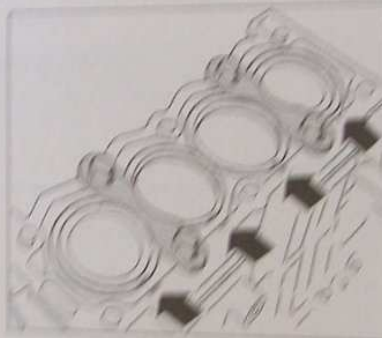
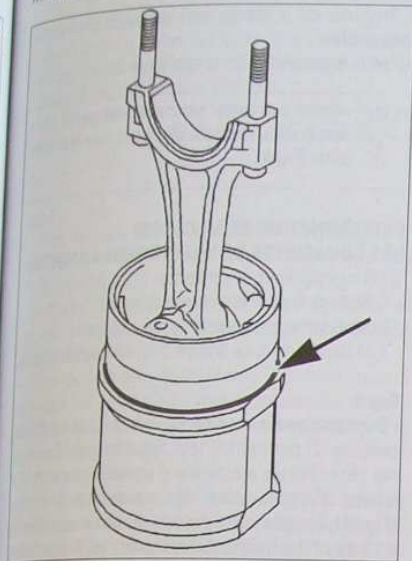

FIG. 53
FIG. 55
- Monter les segments huileux sur les pistons en commençant par le segment racine puis celui d'arrêt (l'arbre à manivelle vers le haut) et enfin le segment coup de feu (Fig. 55).
monter un joint d'embase neuf sur chaque chemise (Fig.55).
S'assurer que les joints d'embase ne soient pas vrillés (Fig.55), que le repère sur les têtes de pistons (Fig.9) soit orienté vers la distribution et que ceux des chemises soient alignés avec ceux du carter-cylindres (Fig.53).
- mettre en place les brides de maintien des chemises (outils Citroën 81132-T.A1.) munies de vis M10 x 1,5 et de 40 mm de longueur (Fig.53).